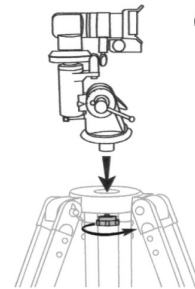

Fig.4.1
- Fig 4.1: DEC. Klemmschraube lösen, Kopf um 180° schwenken